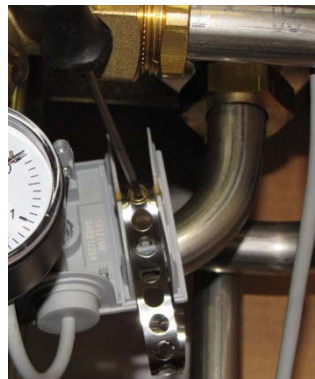

Bild 34
3. Skruva loss spännbandet som fäster framledningsgivaren till röret (Bild 34). Ersätt befintlig givare med en ny.